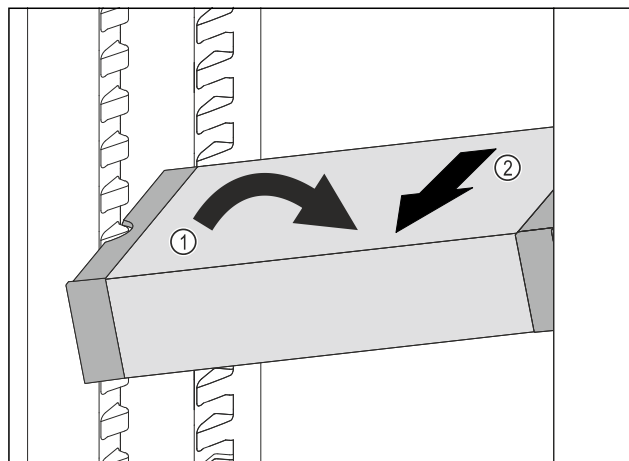

Fig. 161
- ▶ VarioSafe postavte v chladničce šikmo. Fig. 161 (1)
- ▶ VarioSafe odeberte směrem dopředu. Fig. 161 (2)